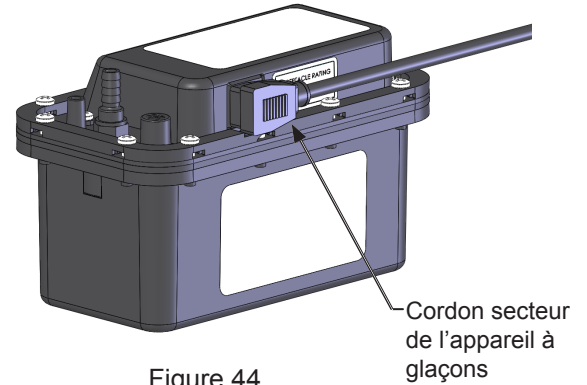

Figure 44
5. Débranchez le cordon d'alimentation de l'appareil à glaçons de la pompe de drainage (Voir la Figure 44).